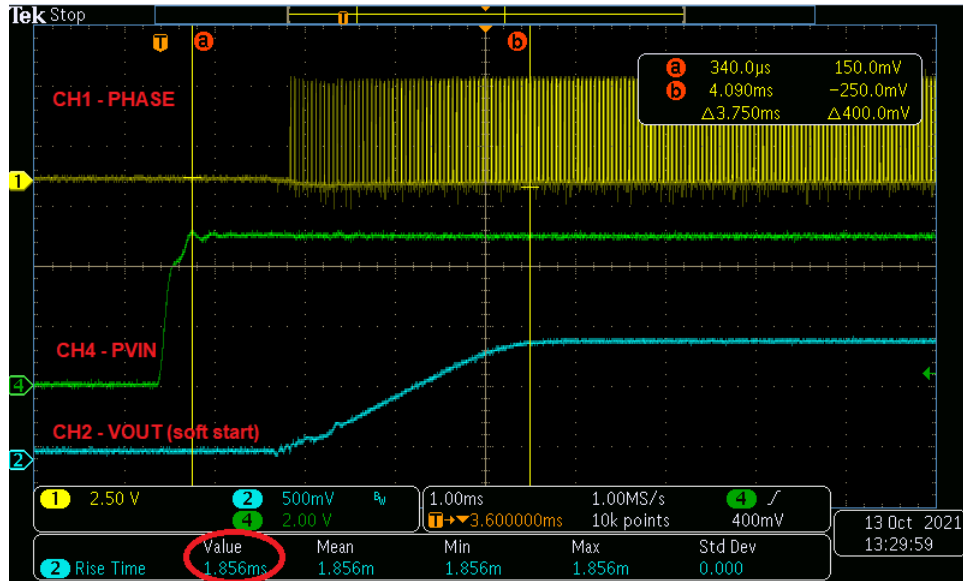

图 4-3. 输出软启动电压，VIN = 5V，VOUT = 1V，IOUT = 18A
在示波器上显示 CH1 (PH) 和 CH2 (VOUT) [直流耦合，500mV/div]，以监控开关相和输出电压的软启动曲线，如图 4-3 所示。